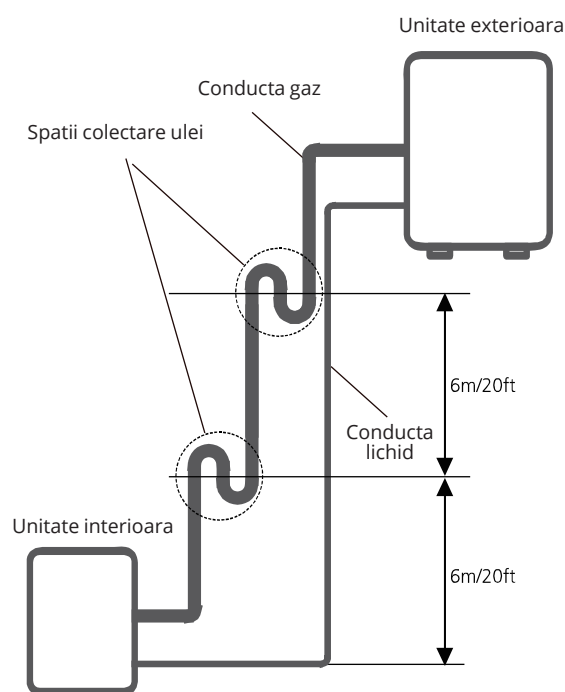

Fig. 7.3
(vezi fig 7.3)
- Asigurati-va ca unghiul de taiere este de 90°, perfect. Consultati fig. 7.3 pentru exemple de taiere imperfecta.